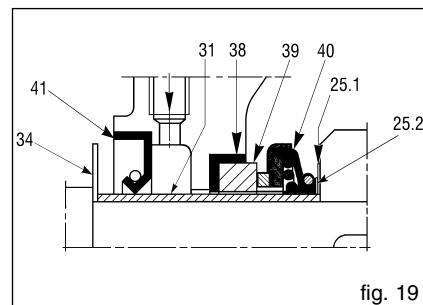
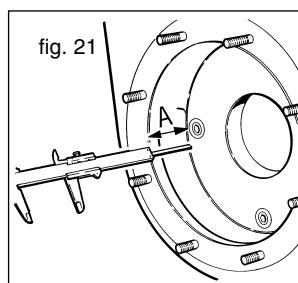
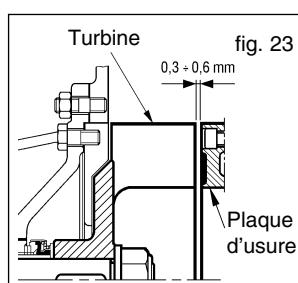
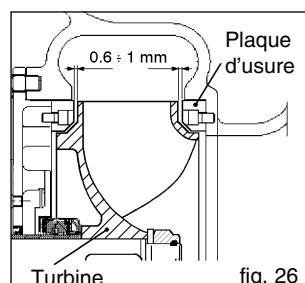

fig. 19
fig. 21
fig. 23
fig. 26
- La distance entre le haut des pales de la turbine et le plan de la plaque d'usure doit être comprise entre 0,3 et 0,6 mm (fig. 23), quel que soit le modèle. Pour le modèle 12" la distance entre la turbine et les plaques d'usure avant et arrière doit être comprise entre 0,6 et 1 mm (fig. 26). Il faut pour cela que les cotés A et B des fig. 21, 22, 24 et 25 soient le plus possible égales. Il est donc nécessaire d'utiliser les anneaux de compensation (25.2) (fig. 19) fournis avec la garniture de recharge. Ces anneaux servent à déplacer la turbine vers l'avant au cas où elle soit trop loin de la plaque d'usure frontale ou trop près de celle arrière (quand elle est prévue). Les anneaux de compensation doivent être montés entre l'anneau qui soutient la garniture (25.1) (fig. 19) et la turbine. D'autres ajustements peuvent être faits avec les joints du corps et la plaque d'usure arrière. Le joint (43) (fig. 10) qui a une épaisseur de 0,5 mm permet d'obtenir la distance voulue (fig. 23).